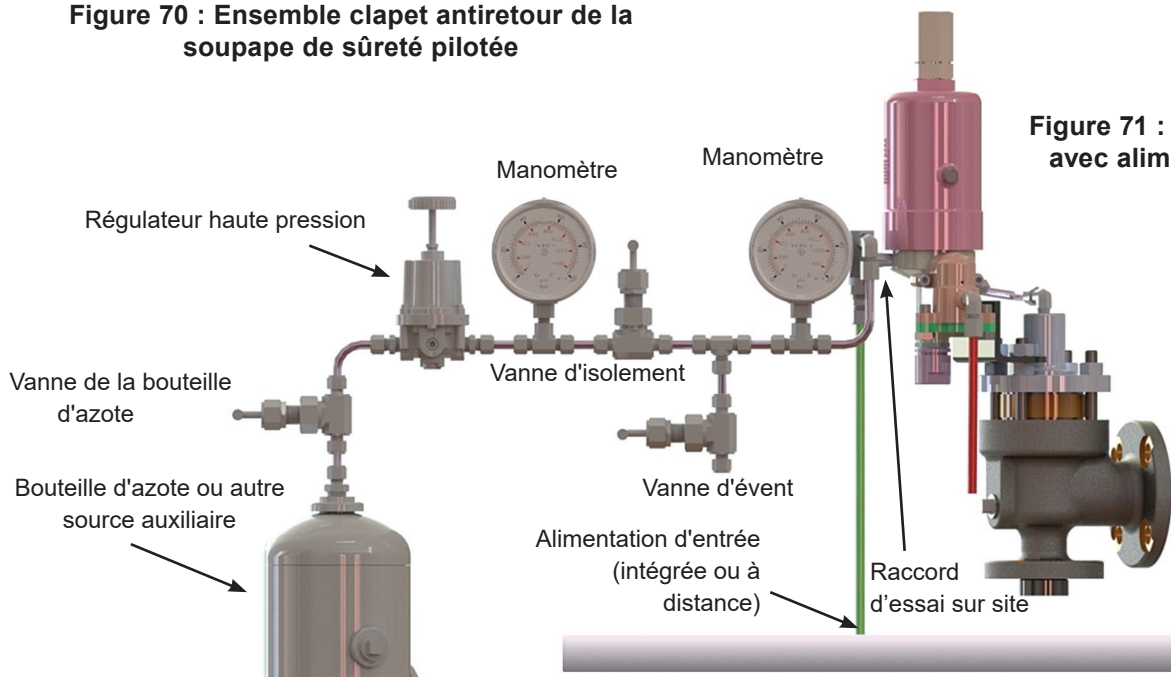

Figure 71 : Installation typique avec alimentation auxiliaire
- Connectez le **dispositif d'essai sur site** au raccord d'essai sur site (Figure 71).